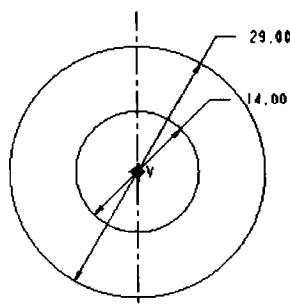

图 1-19 绘制同心圆
(5) 单击 按钮绘制同心圆，单击 按钮并选择两圆直径将其分别修改为 14 和 29，如图 1-19 所示。